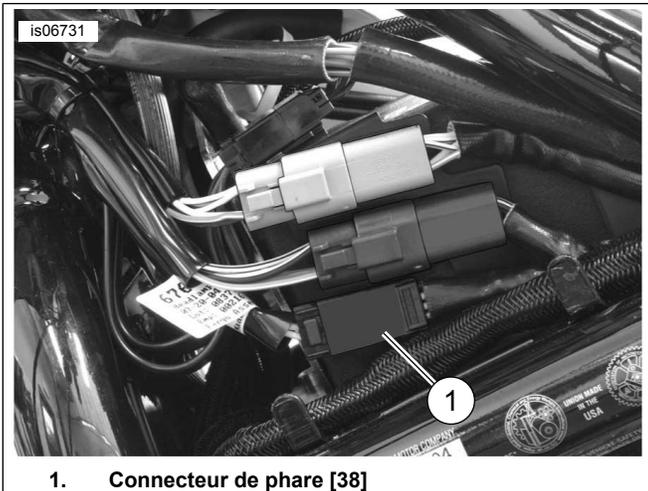

Figure 30. Emplacements des épissures de fil (modèles V-Rod de 2005 et plus récents)
1. Voir Figure 30. Couper le fil orange/blanc **du faisceau principal du véhicule** près du connecteur mâle de phare [38A] (1).